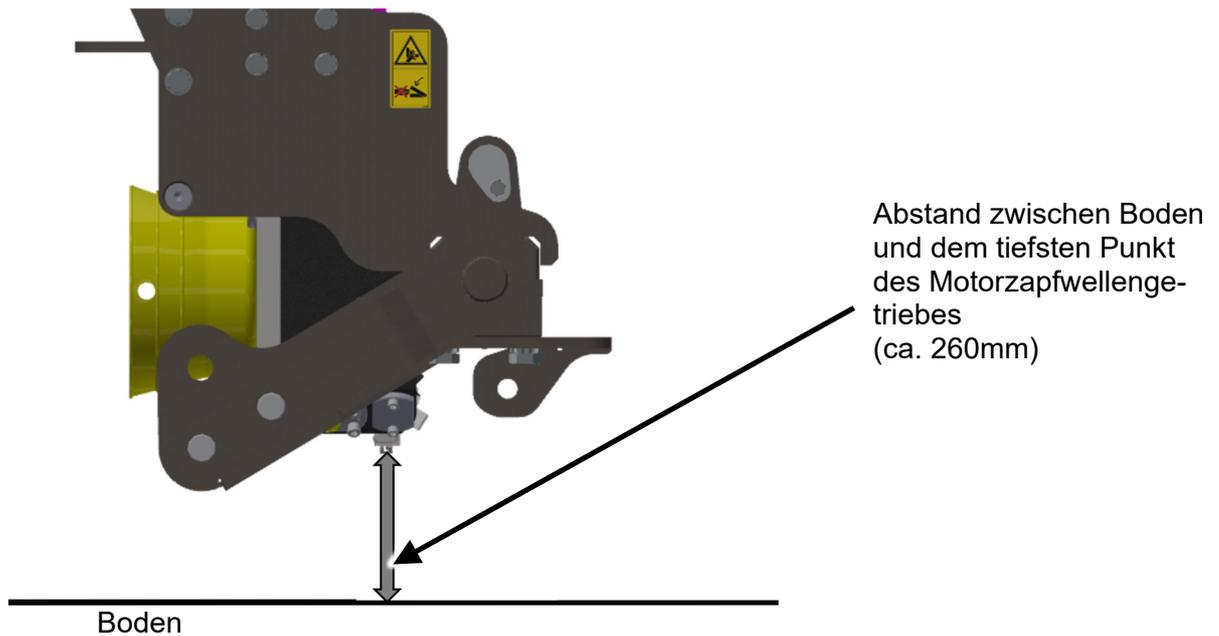

Abbildung 10: Bodenabstand Motorzapfwelle NH Boomer 45/50/55
3. Schrauben Sie den Öleinfüll- sowie den Ölablasstopfen heraus und lassen Sie das Öl ab. (siehe Abbildung 10 und 11).